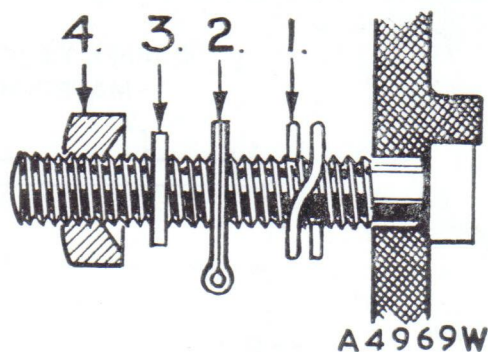

Fig. E.6
Alle fire ledningsforbindelser – to jordforbindelser og to spoleforbindelser – skal have påloddede kabelsko, og samlingen på den strømførende klemmskruer skal udføres således, som vist på fig. E. 6: Først påsættes fjederasken (1) direkte på bakelitbroen, derpå kabelskoene (2), blyasken (3) og til sidst den undersænkede møtrik (4). Blyasken er nødvendig, da en dårlig forbindelse på dette sted kan sætte pumpen ud af funktion. Det er vigtigt, at monteringen på klemmskruen sker i den nævnte rækkefølge og med alle delene, da samlingen fungerer som et afstandsstykke; udeladelse af en eller flere dele vil derfor give en afkortning, der kan resultere i, at bakelitbroen knækker, når dækslet skrues på.